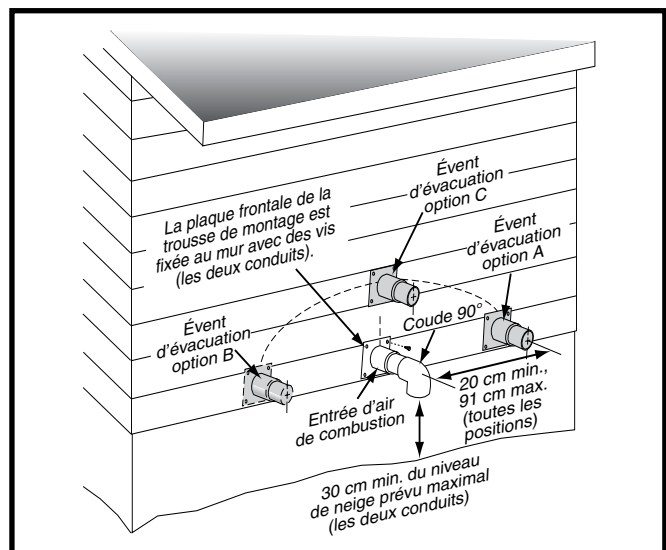
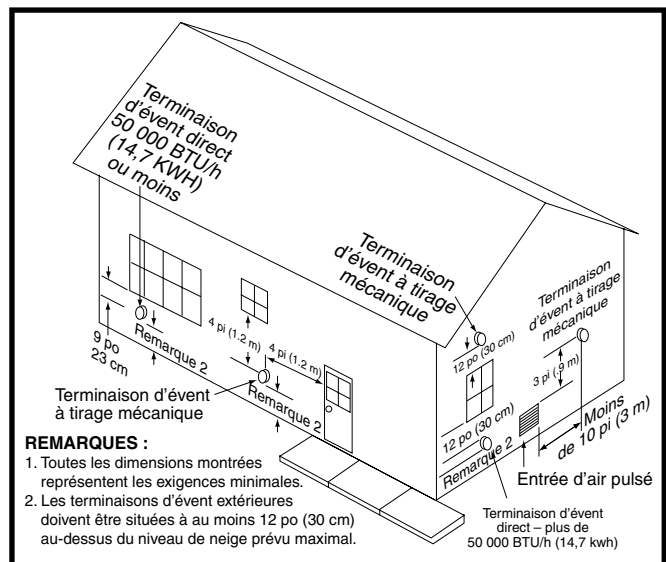
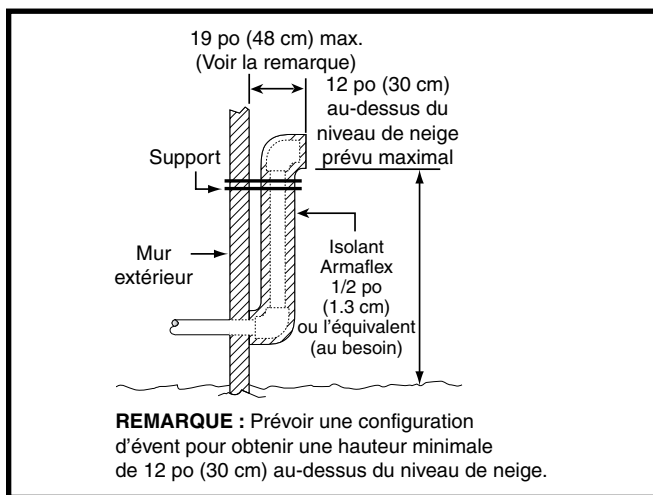

Figure 7. Dégagements du conduit d'admission et du conduit d'évacuation
Figure 8. Emplacements de l'évent
Figure 9. Autre installation d'un conduit d'évent horizontal
- Les terminaisons d'évent et d'admission d'air de combustion doivent être installées comme indiqué aux Figure 7 et Figure 8, et conformément à ces directives :
- Tous les dégagements minimaux doivent être maintenus pour protéger les matériaux du bâtiment contre la dégradation causée par les gaz de combustion. Consulter la Figure 8.
- Lorsque le conduit d'évent doit sortir par un mur extérieur à proximité du niveau du sol ou du niveau de neige prévu et qu'il n'est pas possible d'obtenir les dégagements indiqués à la Figure 7, il est possible d'utiliser une conduite montante, comme indiqué à la Figure 9 \(page 12\). Il faut utiliser de l'isolant pour éviter le gel de cette section de conduit. Consulter le Tableau 3 \(page 15\) pour la protection contre le gel de l'évent.